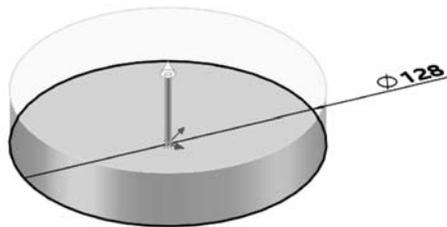

图 5-26 拉伸底座
① 在【方向 1】组,从【终止条件】列表中选择【给定深度】选项。
② 在【深度】文本框内输入 25.00mm,如图 5-26 所示,单击【确定】按钮。